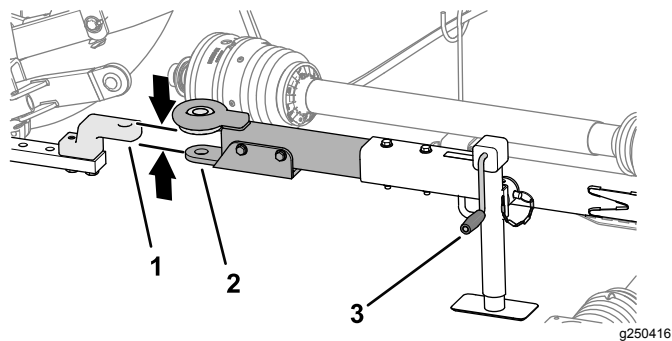

Рисунок 22
1. С помощью рукоятки домкрата поднимайте или опускайте домкрат буксировочной штанги до совмещения ее с тяговым брусом или поворотным сцепным устройством (Рисунок 22).
3. Совместите тяговый брус или поворотное сцепное устройство буксирного автомобиля с буксировочной штангой газонокосилки (Рисунок 22).